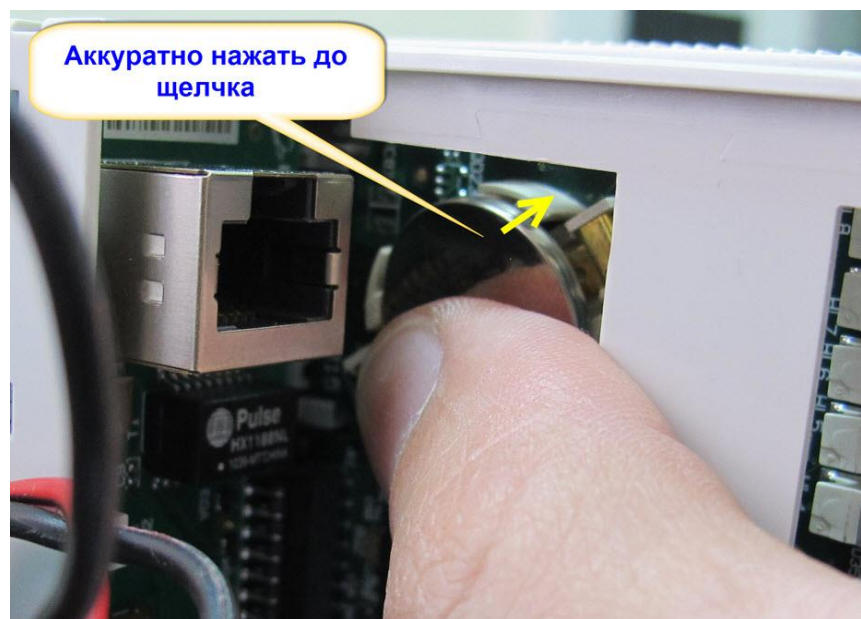

Рис. 5.9 Защелкивание батареи в гнезде
- Аккуратно нажмите на батарею большим пальцем правой или левой руки до защелкивания в гнезде-держателе, как показано на Рис. 5.9.